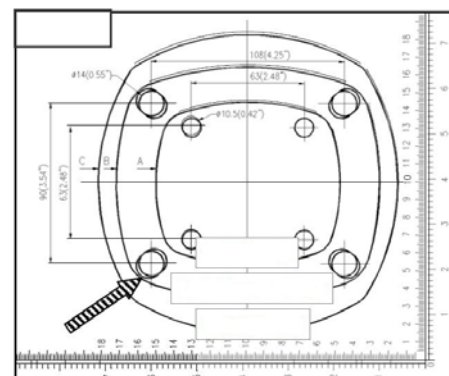

Abb. 2: Selbstklebende Bohrschablone
**Um bequem und genau bohren zu können, ist dem Vorschubapparat im Lieferumfang eine selbstklebende 1:1 Bohrschablone mit beigelegt. (Abb. 2)**